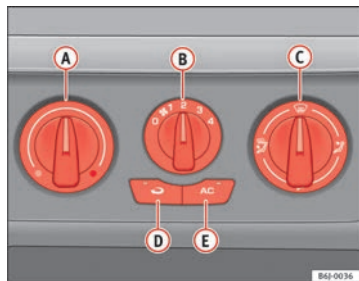

Fig. 94 Sulla plancia portastrumenti: i comandi dell'aria condizionata
- Disattivare l'impianto del condizionatore con il tasto ⇒ fig. 94 **AC** (si spegne la spia del tasto).
L'uso della funzione di ricircolo ⇒ fig. 94  (spia nel tasto accesa) impedisce la penetrazione di cattivi odori all'interno dell'abitacolo. Questa funzione è particolarmente utile nelle gallerie e quando si è fermi in coda.